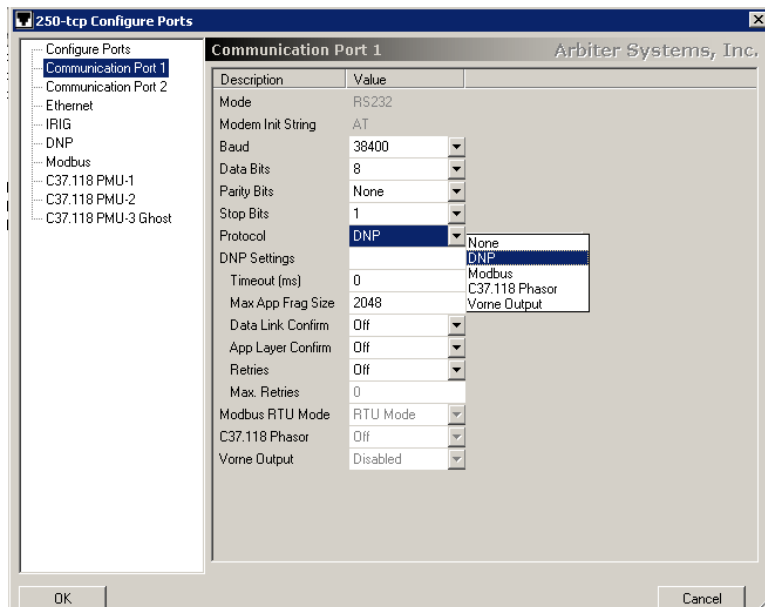

Рисунок 22
8.2.6 Настройка протокола DNP 3.0, осуществляется в диалоговом окне, рисунок 22, через последовательные порты SERIAL1 и SERIAL2 или порт Ethernet.